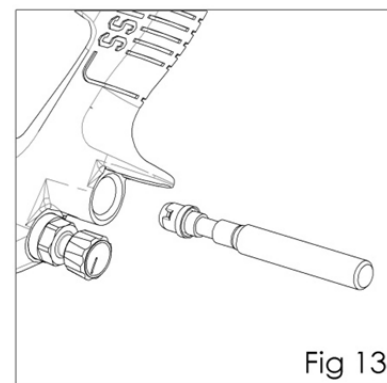

Fig 13
11. Włożyć nowe uszczelnienie (18) w narzędzie serwisowe (58). Włożyć narzędzie w korpus i mocno docisnąć, aby założyć uszczelnienie. (Patrz rys. 13)